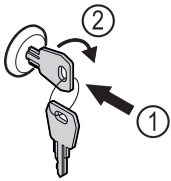

Fig. 150
- ▶ Вставьте ключ Fig. 150 (1).
- ▶ Поверните ключ на 90° по часовой стрелке Fig. 150 (2).